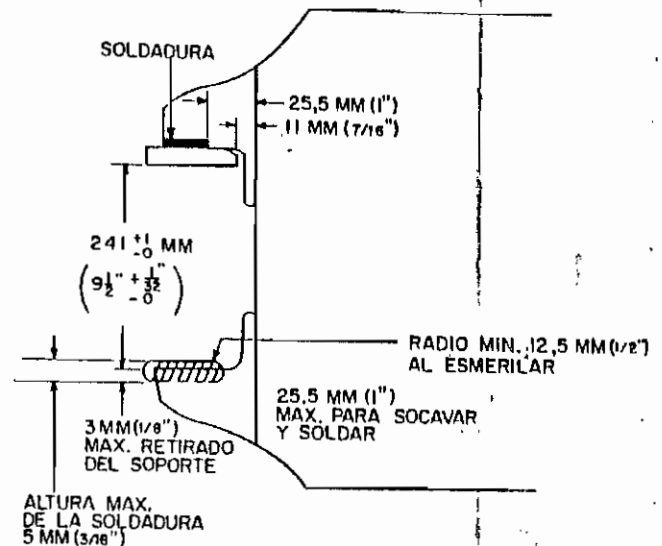

Fig. 1. Vista lateral de los soportes de la suspensión frontal del motor
2. Comience a esmerillar el soporte inferior a 25,5 mm (1 pulg.) de distancia del radio terminado del soporte (Vea la Fig. 1). Para evitar la concentración de esfuerzos que puedan incluir rajaduras en el soporte, el radio de esmerillar no deberá ser inferior a 12,5 mm (1/2 pulg.).